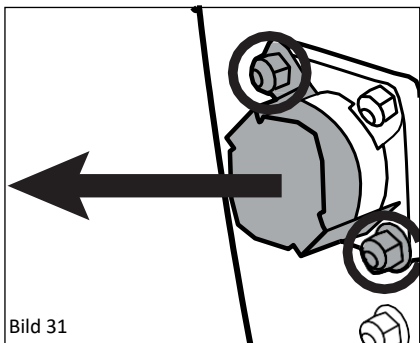

Bild 31
2. Ta bort inmatningstratten (4)
3. För att komma åt knivaxeln måste du ta bort de två muttrarna från knivaxelkåpan (14), se bild 31.